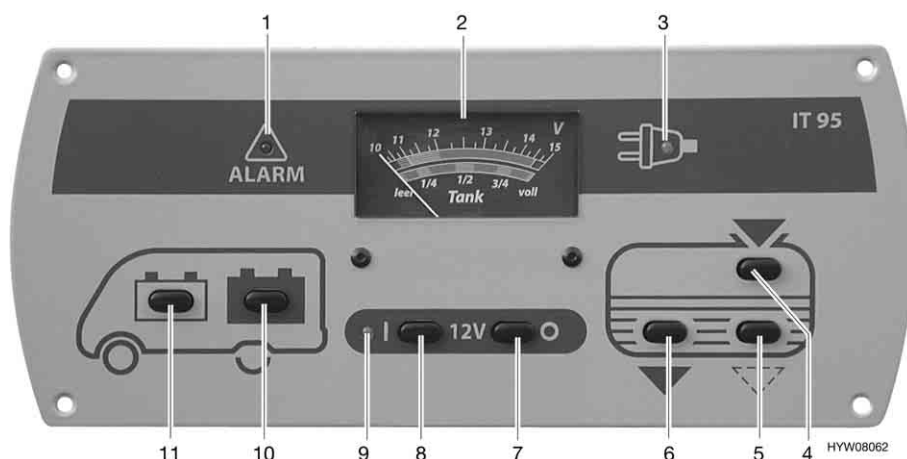

Fig. 38 Pannello di controllo (IT 95)
L'interruttore principale a 12 V (Fig. 38,7 e 8) inserisce o disinserisce il pannello di controllo e l'alimentazione a 12 V dell'abitacolo.
Accensione: ■ Premere l'interruttore (Fig. 38,8) "I": L'alimentazione a 12 V dell'abitacolo è inserita. La spia di controllo (Fig. 38,9) diventa verde.
Spegnimento: ■ Premere l'interruttore (Fig. 38,7) "O": L'alimentazione a 12 V dell'abitacolo è disinserita. La spia di controllo (Fig. 38,9) si spegne.
Per l'indicatore volt/serbatoio (Fig. 38,2) leggere la scala superiore. L'indicatore si illumina automaticamente appena viene premuto un interruttore.
- Premere l'interruttore (Fig. 38,11) "🚗": Viene indicata la tensione della batteria di avviamento.
- Premere l'interruttore (Fig. 38,10) "🏠": Viene indicata la tensione della batteria dell'abitacolo.
Per l'indicatore volt/serbatoio (Fig. 38,2) leggere la scala inferiore. L'indicatore si illumina automaticamente appena viene premuto un interruttore.
- Premere l'interruttore (Fig. 38,4) "  ": Viene indicato il livello del serbatoio dell'acqua.
- Premere l'interruttore (Fig. 38,6) "  ": Viene indicato il livello del serbatoio delle acque grigie.
La spia luminosa rossa "ALARM" (Fig. 38,1) inizia a lampeggiare non appena la tensione della batteria dell'abitacolo scende al di sotto di 11 V (misurazione durante il normale esercizio) con conseguente rischio che la batteria si scarichi troppo.
La spia di controllo a 12 V (Fig. 38,9) si accende non appena l'interruttore principale a 12 V (Fig. 38,8) viene inserito.
La spia gialla di controllo a 230 V (Fig. 38,3) si accende quando all'ingresso della centralina elettrica è presente una tensione di rete.